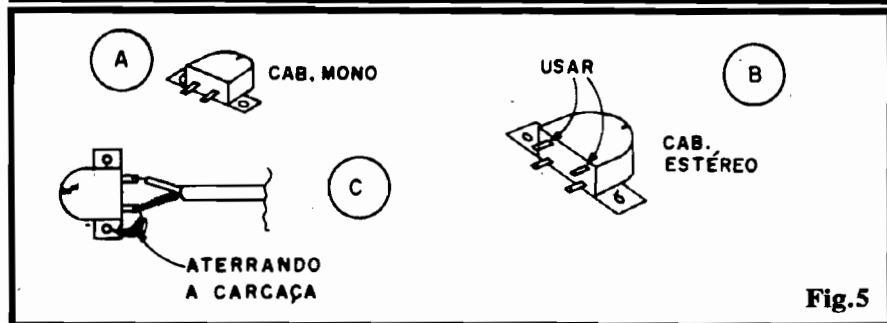

Fig.5
- FIG. 5 - DETALHES A RESPEITO DA CABEÇA MAGNÉTICA - Conforme já foi mencionado, tanto podem ser usados cabeçotes mono (5-A) como estéreo (5-B). Como não há, no circuito do TESTA-DOLLAR, a necessidade de mais de um canal, os correspondentes terminais do cabeçote magnético podem ser simplesmente desprezados (ver indicação em 5-A). Em alguns casos, as "orelhas" de fixação do cabeçote podem apresentar dobras ou ângu-
los que venham a dificultar a sua instalação de maneira simples no TESTA-DOLLAR... Se isso se verificar, basta cortar as eventuais dobras ou "sobras", deixando no máximo as duas orelhas de fixação conforme sugere a figura... Como não haverá necessidade de precisos ajustes de posicionamento ou azimute, todas as "frescuras" mecânicas inerentes ao cabeçote podem ser ignoradas... Para "reforçar" o efeito de blindagem, convém que o condutor de "terra" do cabo blindado (correspondente à malha do dito cabo) seja ligado não só a um dos terminais utilizados do cabeçote, mas também ao próprio corpo ou estrutura metálica do dito sensor, conforme sugere a fig. 5-C. Nos nossos testes, com um cabo de ligação do cabeçote bastante curto (cerca de 5 cm.), essa conexão não se mostrou obrigatória, contudo "o que sobra não falta", então...